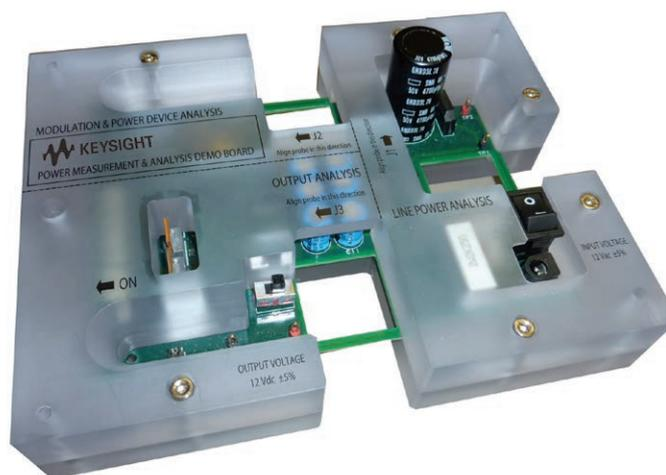

図1: キーサイトのスイッチング電源の測定トレーニングキット
- ユーザーのスイッチング電源(SMPS)またはキーサイトのSMPS測定トレーニングキット (図1)